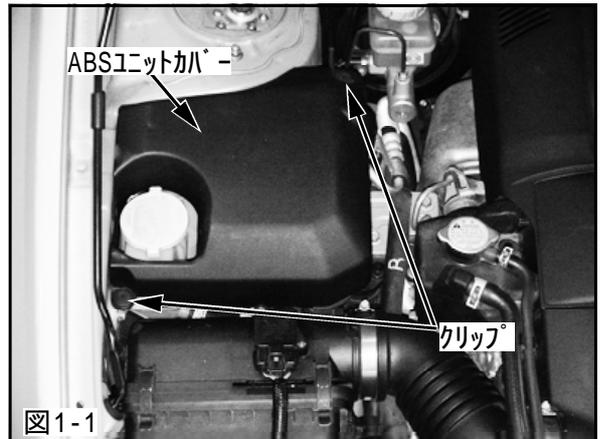

図1-1
(1)クリップを取外し、ABSユニットカバーを取外してください。(図1-1)